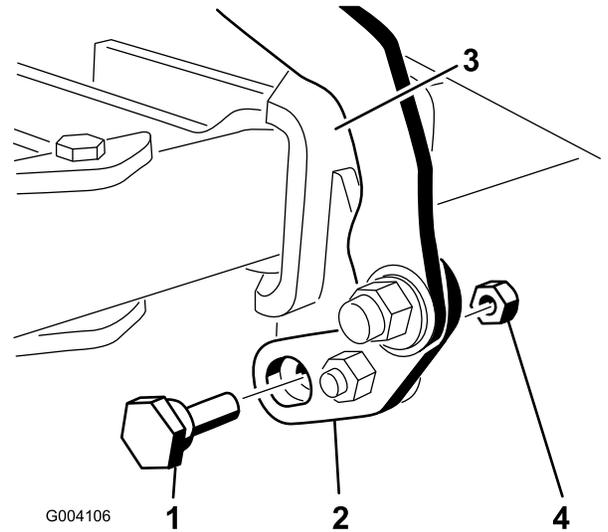

图 17
- 穿过枢轴凸耳和枢轴支架的底部安装偏心螺栓并使用锁紧螺母5/16 英寸将其固定如图 17 所示。
2. 向任意一个方向旋转偏心螺栓直到机具架打孔针平行于提升臂中的槽口 **图 17**和**图 21**。